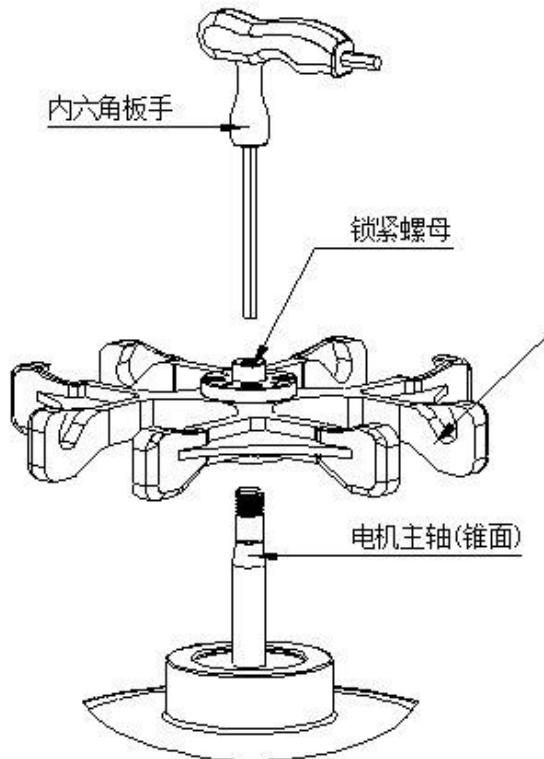
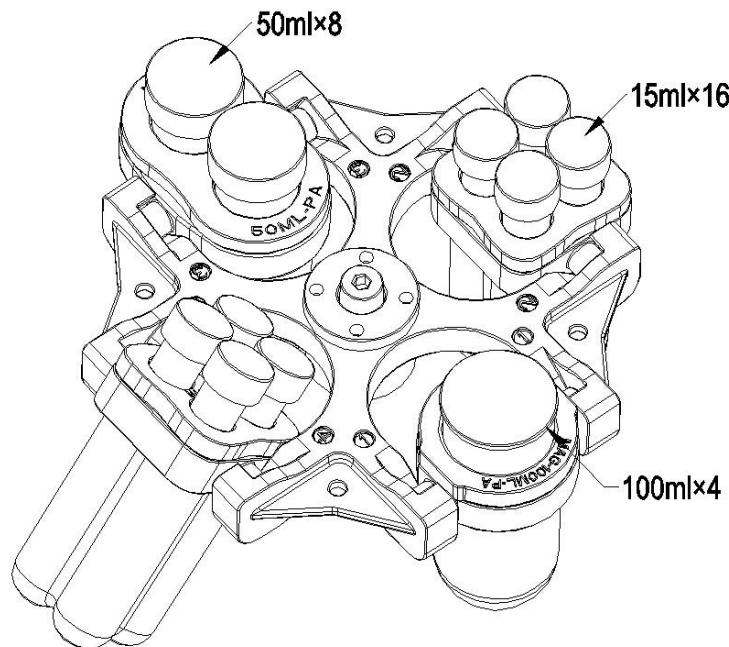

图 5：安装转子体示意图
图 6：安装挂篮示意图
安装转子的步骤如下（示意如图 5、图 6）
- 如图 5 所示位置，准备好您想使用的转子。双手握住转子，将转子的中心孔对准电机主轴，垂直放下，放到锥面部分的底部，放开双手，再用手向下按下转子。